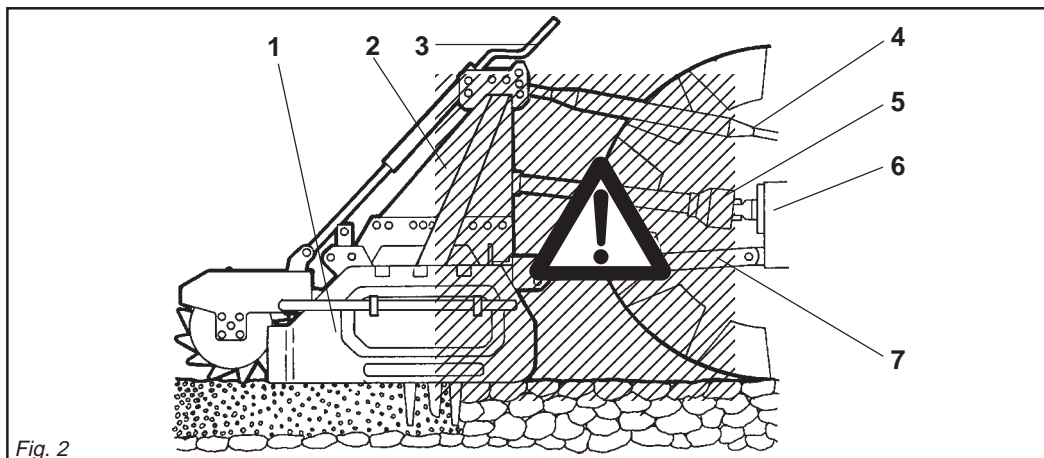

Fig. 2
- 24) È assolutamente vietato interporre tra il trattore e l'erpice (Fig. 2) con motore acceso e cardano inserito nonché senza aver azionato il freno di stazionamento ed aver inserito, sotto le ruote, un ceppo o un sasso di bloccaggio.
- 28) È assolutamente vietato interporre fra il trattore e l'attacco dell'erpice per manovrare il comando dall'esterno per il sollevamento (Fig. 2).
- 24) *It is absolutely forbidden to stand between the tractor and the implement (Fig. 2) when the engine is running and the cardan shaft is engaged without having first engaged the hand brake and placed a block or stone under the wheels to prevent them from moving.*
- 28) *It is absolutely forbidden to stand between the tractor and the implement when manoeuvring the lift control from the outside (Fig. 2).*
- 24) Es ist absolut verboten, bei laufendem Motor und eingeschalteter Gelenkwelle zwischen den Schlepper und das Gerät zu treten (Abb. 2). Dazu muß die Feststellbremse gezogen werden und unter die Räder ein Bremskeil oder ein großer Stein gelegt worden sein.
- 28) Es ist absolut verboten, zwischen den Schlepper und den Anschluß zu treten, um die Aushebung von außen zu betätigen (Abb. 2).